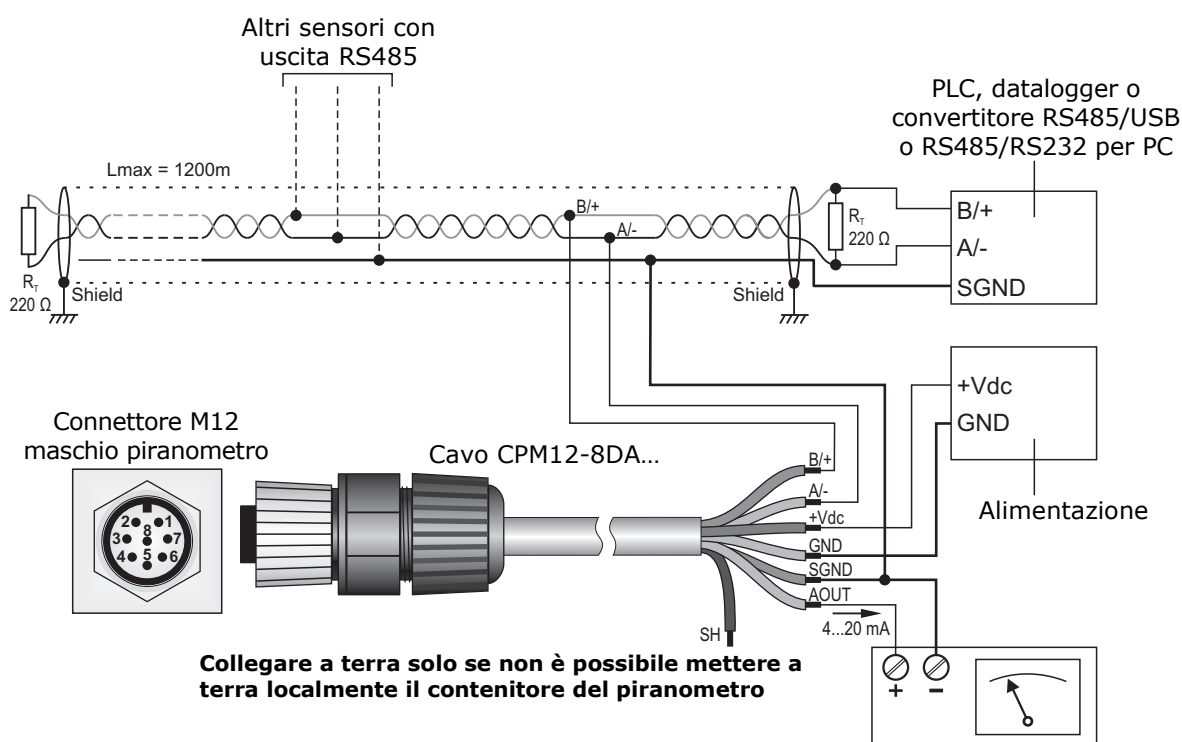

Fig. 4.6: connessioni LPPYRA10ACS[4]
- Un'uscita **4...20 mA**, che richiede alimentazione esterna **10...30 Vdc**. Va connessa a un alimentatore e a uno strumento con ingresso 4...20 mA secondo lo schema in fig. 4.6. La resistenza di carico dello strumento di lettura del segnale deve essere $\leq 500 \Omega$.
- Un'uscita **RS485 Modbus-RTU**, che richiede alimentazione esterna **5...30 Vdc**. Va connessa a un alimentatore e a un PLC, a un datalogger o a un convertitore RS485/USB o RS485/RS232 per PC secondo lo schema in fig. 4.6. L'uscita RS485 non è isolata.